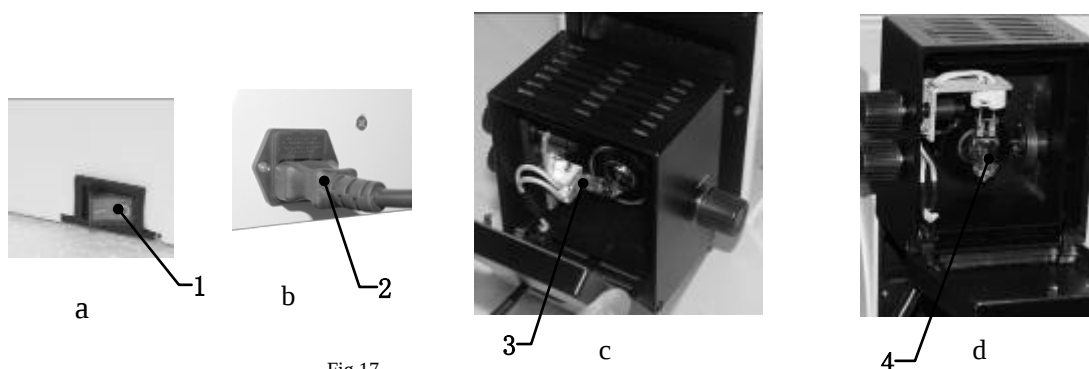

Fig.17
- (1) Apague el interruptor de alimentación 1, desenchufe el cable de corriente 2, tal y como se muestra en las Fig. 17-a, 17- b.
- (2) Espere al menos 30 minutos hasta que se haya enfriado la bombilla y los alrededores, para evitar quemarse por el calor que desprende.
- (3) Tome el soporte de la bombilla y tire de la cubierta trasera, retire la bombilla fundida 3 y sustitúyala por una nueva. Cierre la tapa de nuevo tal y como se muestra en la Fig. 17-c, 17- d.
- (4) Conecte el cable de corriente y encienda el equipo.
- (5) Compruebe y ajuste el centro de la bombilla según el método de centrado anteriormente para la alineación de la iluminación en el microscopio invertido.